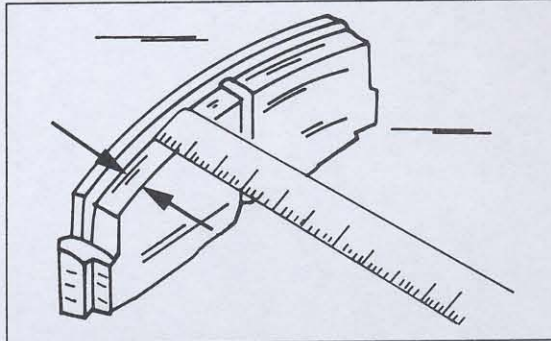

Bild 295
Bremsscheiben auf tiefe Rillen kontrollieren, die durch abgeschliffene Bremsklötze verursacht wurden. Die Stärke der Bremsscheiben mit einem Mikrometer ausmessen, welches an der in Bild 295 gezeigten Stelle angesetzt werden muss. Neue Scheiben haben eine Stärke von 22,0 mm. Die Mindeststärke der Scheibe beträgt 20,4 mm.
- Bremsscheibe in ihrer Stärke ausmessen, um zu kontrollieren, dass an keiner Stelle ein Stärkenunterschied von mehr als 0,07 mm vorhanden ist. Falls angenommen wird, dass die Scheibe verzogen ist, kann sie wieder mit der Nabe an den Achsschenkel montiert werden. Die Messung erfolgt entsprechend Bild 295.